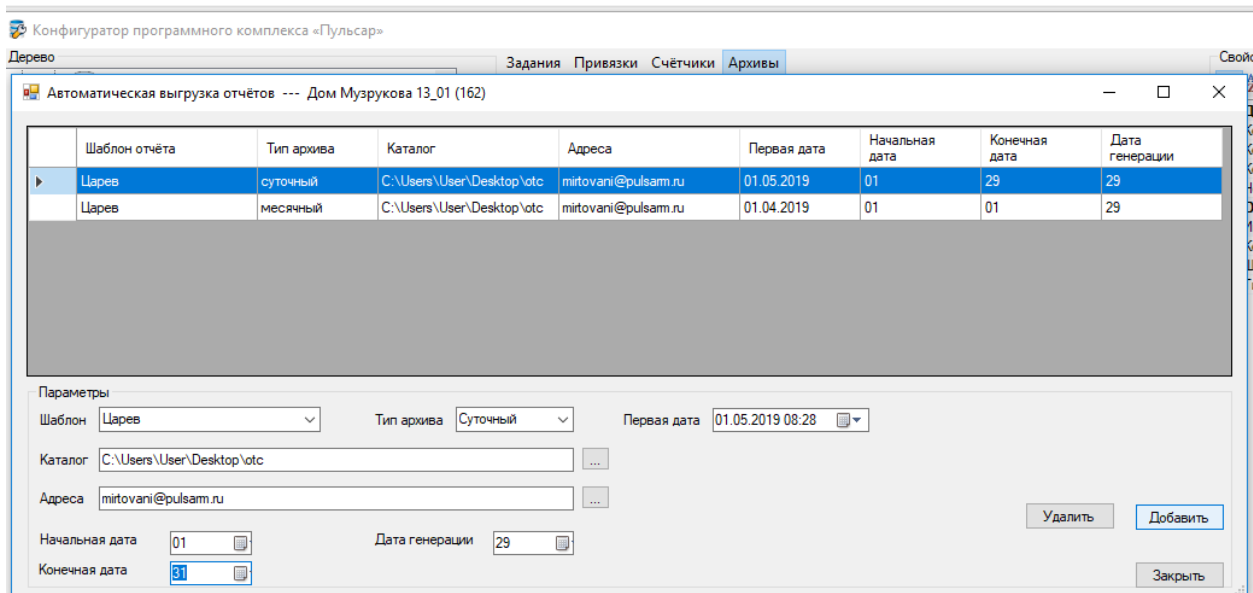

Рисунок 175. Настройка автоматической выгрузки отчёта
4. В открывшемся окне (рисунок 175) необходимо: